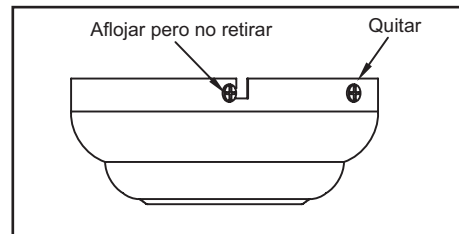

Figura 6
2. Retira la placa de montaje de la cubierta aflojando los cuatro tornillos de la parte superior de la misma. Quita los dos tornillos sin ranura y afloja los tornillos ranurados. Esto te permitirá retirar la placa de montaje (Figura 6).